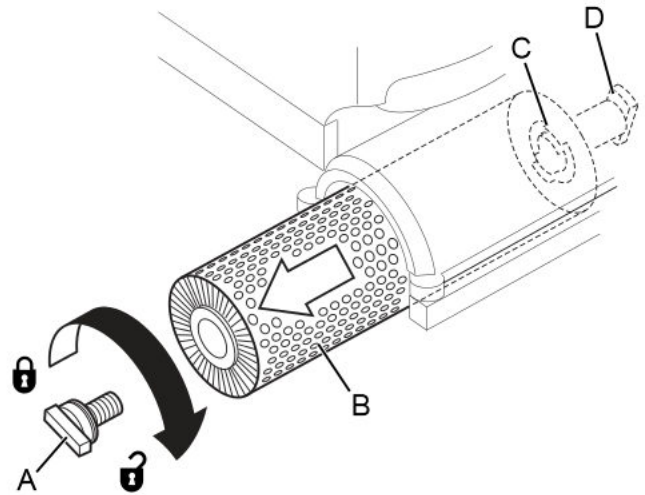

Abbildung 7
1. Die Schraube (A, Abb. 7) von Hand im Uhrzeigersinn ausschrauben.
2. Die Bürste (B) aus dem Bürstenkopf herausnehmen.
5. Die Bürste mit den Führungen der Nabe (C, Abb. 7) auf die Antriebswelle (D) wie in der Abbildung gezeigt schieben.
6. Die Schraube (A) einschrauben und von Hand im Gegenuhrzeigersinn festziehen, um die Bürste (B) an der Antriebswelle zu befestigen.